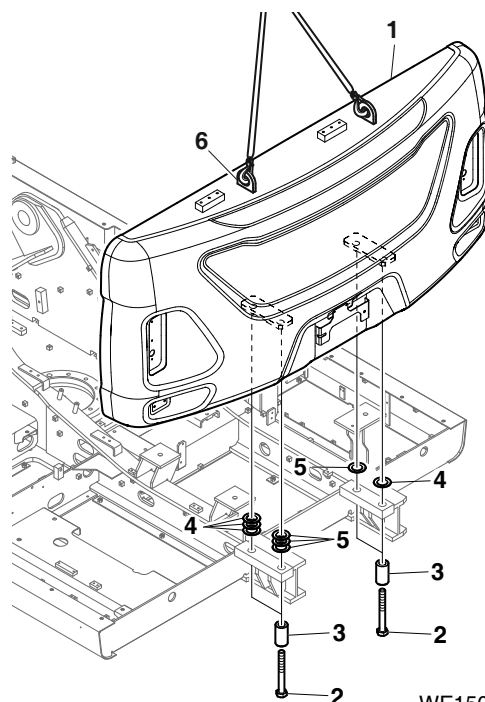

Figura 4
12. Utilizando un dispositivo de elevación capaz de manipular una carga pesada, soporte parcialmente el contrapeso (1) por sus orificios de izaje (6, Figura 4) antes de aflojar los cuatro pernos (2). Detener la elevación con la grúa auxiliar tan pronto como las eslingas de elevación estén tensas.
13. Retirar los cuatro pernos (2, Figura 4), los separadores (3) y los suplementos (4) del contrapeso (1).
14. Cuando se hayan quitado los pernos (2, Figura 4), separadores (3) y suplementos (4), elevar el contrapeso (1) una distancia muy corta por encima del marco de soporte (5) y detenerse. Comprobar las eslingas y asegurarse de que el contrapeso se soporta de manera uniforme.
NOTA: Al montar el contrapeso en el chasis principal, regule la diferencia de alturas entre contrapeso y el conjunto de la puerta lateral utilizando separadores (4, figura 4) según sea necesario.